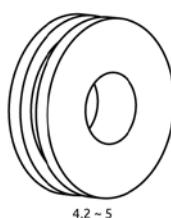

Рис. 8.10. Колесо сварочного трактора.
- Избегайте непосредственного контакта колёс (См. рис. 8.10) с масляными пятнами, острым железным ломом, осколками стекла, кислотными и щелочными средами.